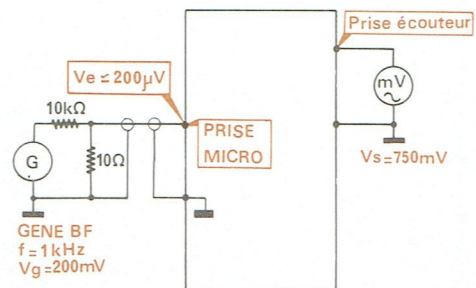

Fig. 10
a) CONTROLE DE LA SENSIBILITE (Fig. 10)